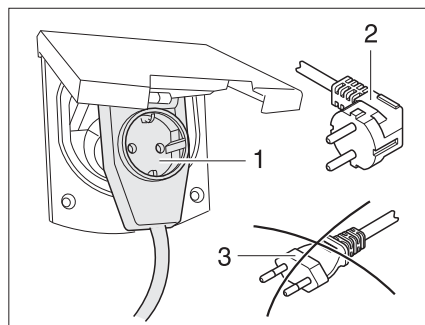

Fig. 96 Conexión a un conector con salida lateral del cable con caja de enchufe
- Al utilizar un acoplamiento acodado CEE 17, con caja de enchufe incorporada en el lado trasero (Fig. 96,1), emplear únicamente un conector IP 44 de goma impermeable, con contacto protector (Fig. 96,2). No utilizar conector sin contacto protector (Fig. 96,3). ¡Peligro de electrocución!